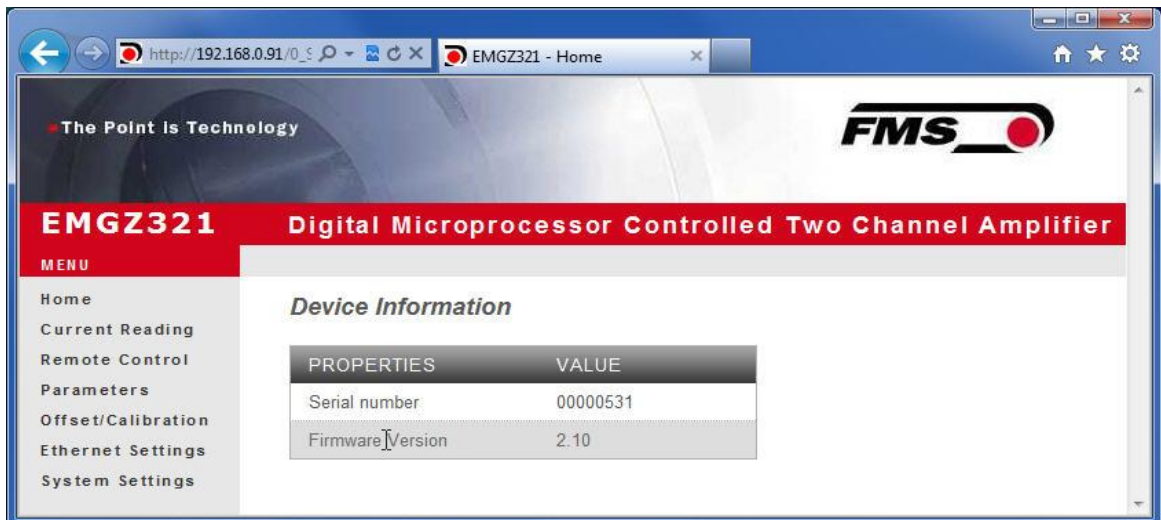

Bild 23: Seriennummer und Geräteinformationen
Um den EMGZ321 in ihre Ethernetumgebung einzubeten, kontaktieren Sie bitte Ihren IT-Systemadministrator. Stellen Sie sicher, dass der Verstärker EMGZ321 eine IP-Adresse in einem statischen Block (nicht von Server) zugewiesen wurde. Ist der Verstärker einmal im Netzwerk integriert, kann auf ihn mit der zugewiesenen Netzwerkadresse z.B. <http://192.168.000.090> zugegriffen werden. Folgender Bildschirm (Bild 23, Startseite) erscheint nach der Verbindungsaufnahme:
3. Der Bildschirm „Device information“ (**Bild 23**) öffnet sich.